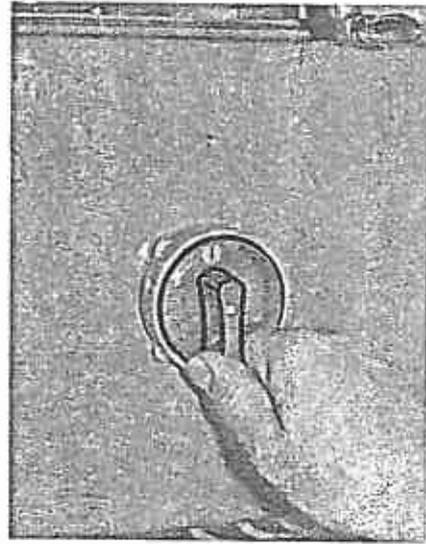

Bild 67
1. Hauptschalter am Schaltkasten einschalten (Bild 67).